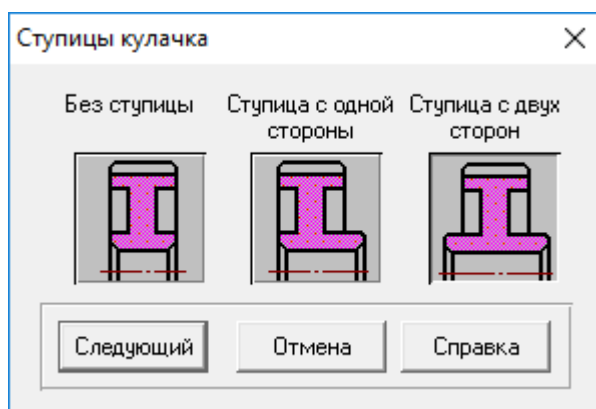

Рис. 11.7
7.1. Задание конструктивных размеров кулачка. Двойной щелчок левой кнопкой мыши в области изображения кулачка вызывает открытие диалогового окна «**Ступицы кулачка**» (рис. 11.7), с помощью которого может быть выбран тип ступицы кулачка.